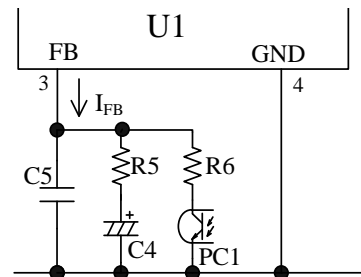
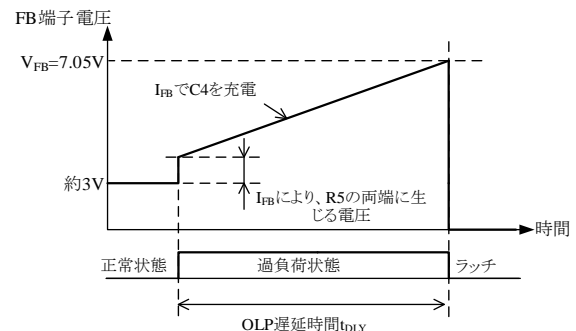

図 8-29 FB 端子周辺回路
図 8-30 OLP 動作
図 8-29 に FB 端子の周辺回路、図 8-30 に過負荷保護機能 (OLP : Overload Protection) 動作時の FB 端子の波形を示します。過負荷状態 (過電流動作によりドレイン電流を制限している状態) になると、スイッチング周波数が上昇します。スイッチング周波数が上昇すると、出力電圧が低下し、二次側のフォトカプラに流れる電流がゼロになります。これにより、FB 端子に接続するフォトカプラにフィードバック電流  $I_{FB}$  が流れなくなるため、FB 端子流出電流  $I_{FB} = -25.5 \mu\text{A}$  は FB 端子に接続している C4 を充電し、FB 端子電圧が上昇します。この状態が継続すると、FB 端子電圧が FB 端子しきい電圧  $V_{FB} = 7.05 \text{ V}$  に達して、ラッチモードでスイッチング動作を停止します。ラッチの解除は、VCC 端子電圧を  $V_{CC(LA,OFF)} = 8.2\text{V}$  以下、または VSEN 端子電圧を  $V_{SEN(OFF)} = 1.16 \text{ V}$  以下にすることで行います。
FB 端子電圧が  $V_{FB}$  に達するまでの時間を OLP 遅延時間  $t_{DLY}$  とすると (図 8-30 参照)、 $t_{DLY}$  は式 (18) で概算できます。